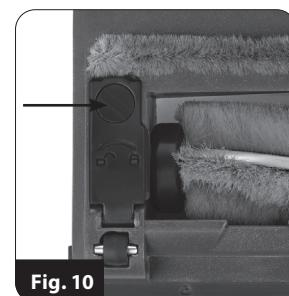

Fig. 10
- Maak de roterende rol van de elektrische borstel regelmatig schoon. De rol kan na het ontgrendelen van de vergrendeling in het onderste deel van de elektrische borstel worden gedemonteerd, zoals met de pijl in fig. 10 is gemarkeerd. Plaats de rol na het reinigen ervan terug in de elektrische borstels en vergrendel het slot terug.